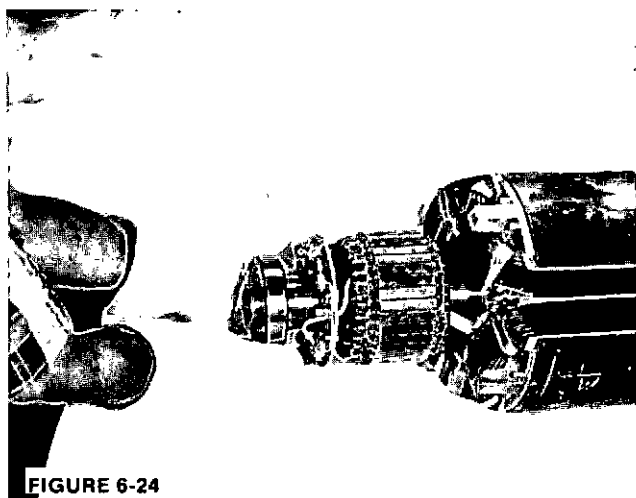

FIGURE 6-24
3. Faire chauffer le nouveau roulement dans un four à une température maximale de 100 °C. Appliquer une couche d'huile propre lubrifiante sur la zone de pression de l'arbre du rotor. En utilisant des gants en amiante, monter le roulement sur le bout de l'arbre jusqu'à ce qu'il vienne en appui contre le déport. (figure 6-24) Le roulement doit glisser sur l'axe et doit être mis en place sans appliquer de forces excessives. Si le roulement se bloque sur l'axe avant d'être complètement en place, un tube de diamètre un peu plus grand que la zone d'appui peut être utilisé pour mettre le roulement en place. En donnant de légers coups de maillet mou, appuyer sur la couronne intérieure.